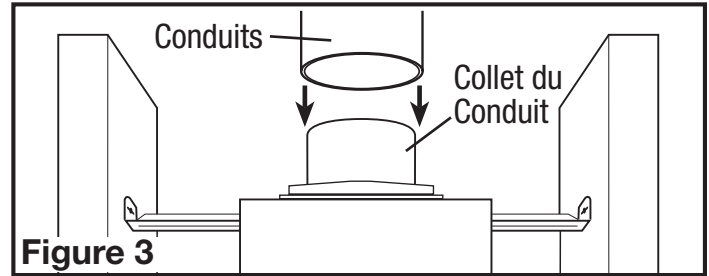

Figure 3
- Raccorder le conduit au collet de conduit du ventilateur (**Figure 3**). Fixer en place à l'aide de ruban ou de serre-joint. Toujours évacuer le ventilateur vers l'extérieur au travers de chapeau mural ou de toit. Il est recommandé que les raccords d'extrémité basse de restriction sont utilisés.